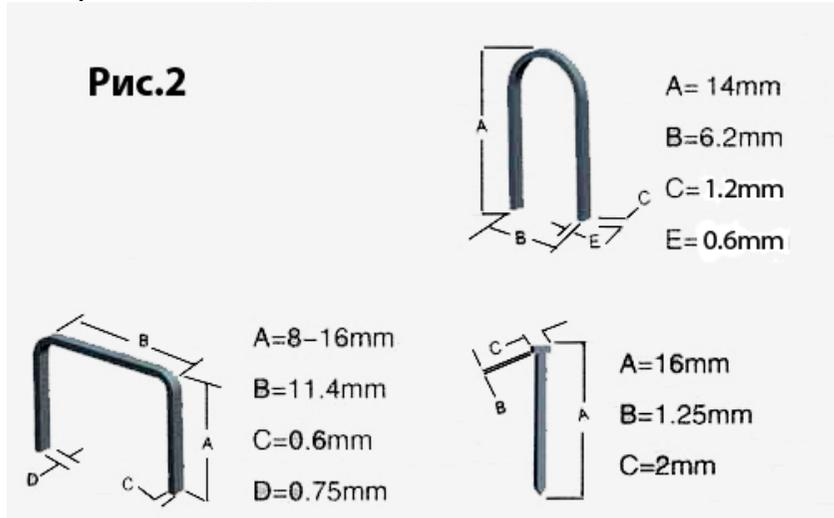

**Рис.1**
Регулировка силы удара производится при помощи регулятора (6, Рис.1). Уровень силы удара устанавливается:
3. Включите инструмент, переместив выключатель (5, Рис.1) в положение Вкл.